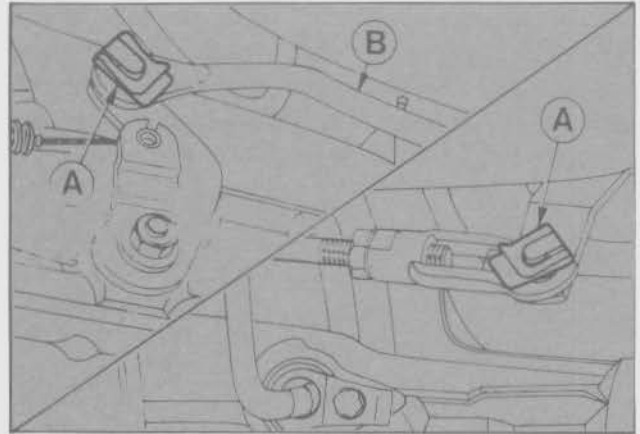

Fig. 21 - Extracción de la varilla selectora
- Extraer los dos clips de retención y retirar la varilla selectora (Fig. 21).